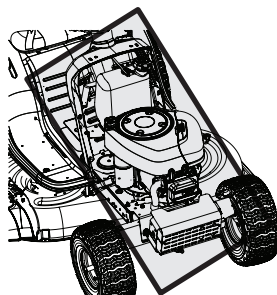

Figura 18
- Limpie debajo del capó, incluyendo el colector de escape, alrededor de los fusibles, todo el cableado y mazos de cables, tubo del silenciador, protector del silenciador, filtros de admisión del motor y aletas de refrigeración, etc (Figura 18).